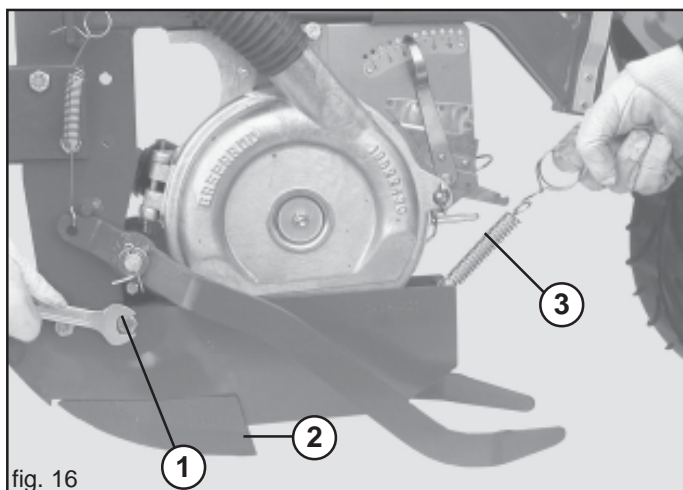

fig. 16
- 2) Si está montada, quitar el tornillo antirrebote (1 Fig. 16);
- 3) Desenganchar el surcador (2 Fig. 16) sacando el muelle (3);